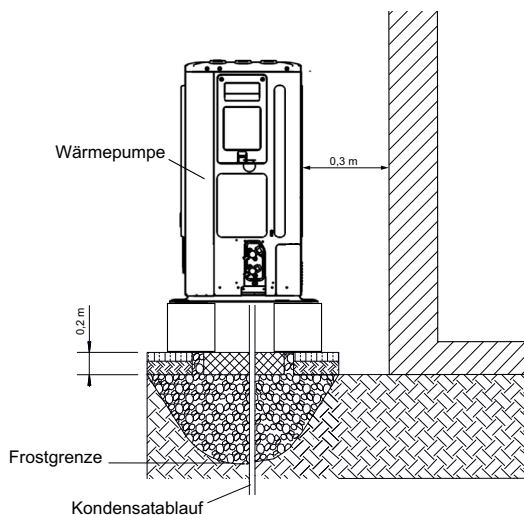
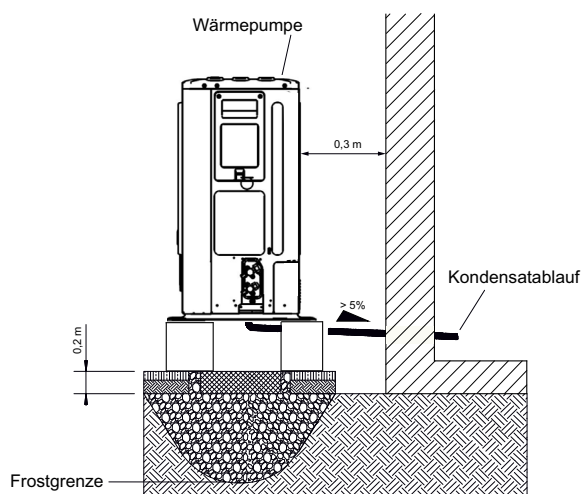

Abb. 5.2
Abb. 5.3
- Es wird empfohlen, die Außeneinheit wandnah auf einem vom Gebäude getrennten Fundament zu montieren mit einem Abstand von mindestens 0,3 m an der Ansaugseite (Abb. 5.2 + Abb. 5.3).
- Die angegebenen Mindestabstände (Abb. 5.2) sind einzuhalten.